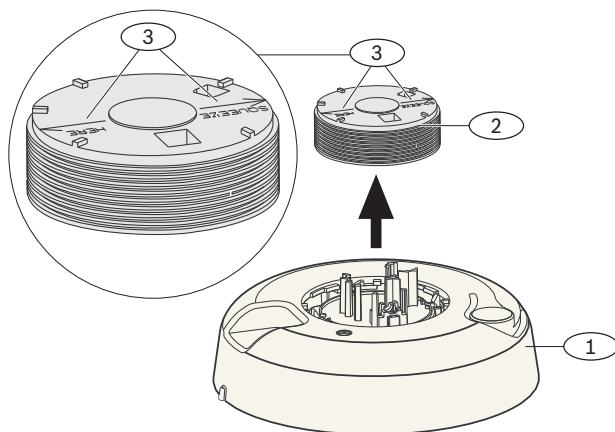

Bild 5.18 Entfernen der Kammer
4. Drücken Sie die Optikkammer wie abgebildet zusammen, und ziehen Sie sie nach oben vom Melder ab. Siehe *Bild 5.18*.